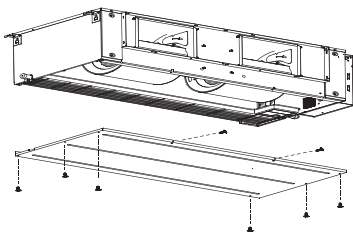

Рис. 32
1. Снимите нижнюю крышку, как показано на рис. 32.